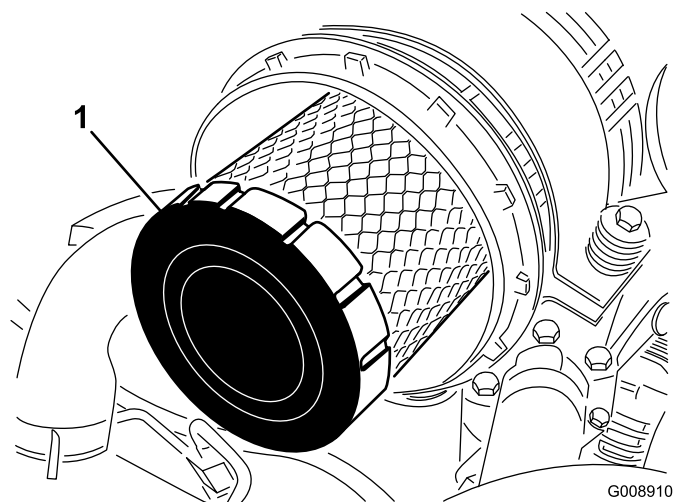

Figure 59
4. Déposez le préfiltre (Figure 59).